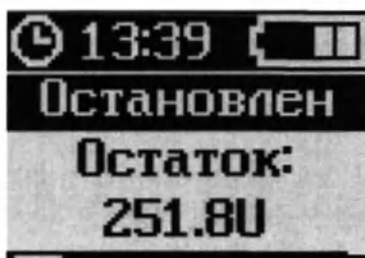

Рисунок 56 – Экран режима «ОСТАНОВЛЕН»
После этого помпа автоматически перейдет в рабочее окно режима «ОСТА-НОВЛЕН» (рисунок 56). При этом на конце иглы должна быть капля раствора ин-сулина.
5. Нажать кнопку «МЕНЮ» (рисунок 56).